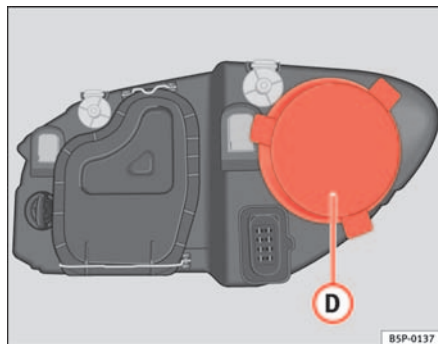

Fig. 185 Luz de población
- Retire la tapa ⇒ fig. 185 ① tirando de la misma.